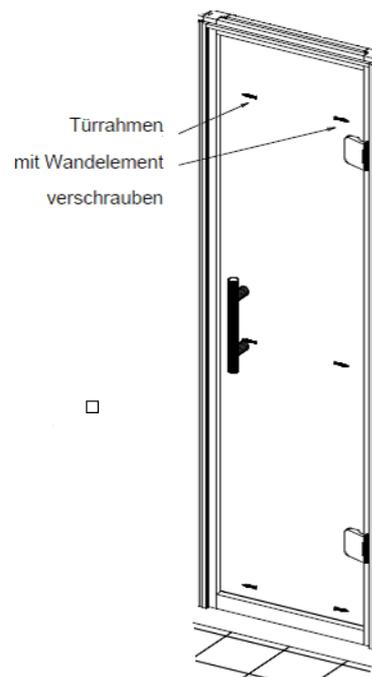

Abbildung 12
7. Den Türrahmen mit dem 5-Eck-Pfosten verschrauben (5 x 80 mm) (Abbildung 12).
- ☞ Auf jeder Seite der Türe eine Schraube 150 mm von oben, 150 mm von unten und in der Mitte der Türe anbringen (5 x 80 mm) (Abbildung 12).